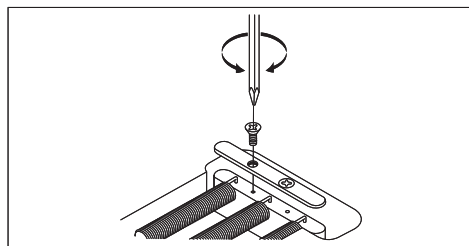

Fig. 27
- \* EDGE-PROトレモロにはトレモロスプリングをブロックに固定するブロック・ロック機構が採用されています。スプリングの取り付け方やスプリングの数を変える場合には、あらかじめ(+)ドライバーでブロック・ロックを取り外して下さい。(Fig. 27)